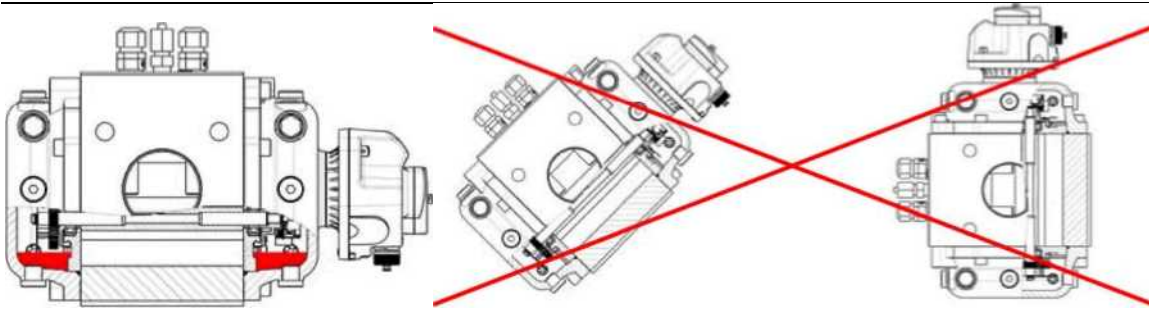

Рис. 7 – Расположение счетчика при монтаже
**3.4.4 Оси роторов счетчика должны быть в горизонтальном положении, максимальный допустимый наклон оси  $\pm 5^\circ$  ( $\pm 0,5^\circ$  для счетчиков с Ду 40 мм) (см. рис. 7).**